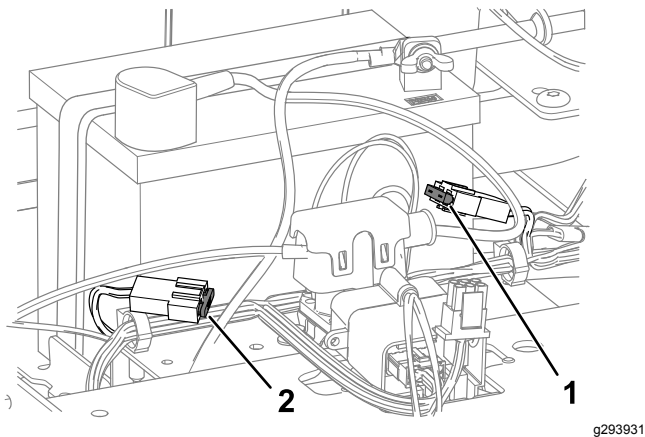

Figure 45
4. Pour remplacer un fusible, tirez dessus pour l'enlever (Figure 45).